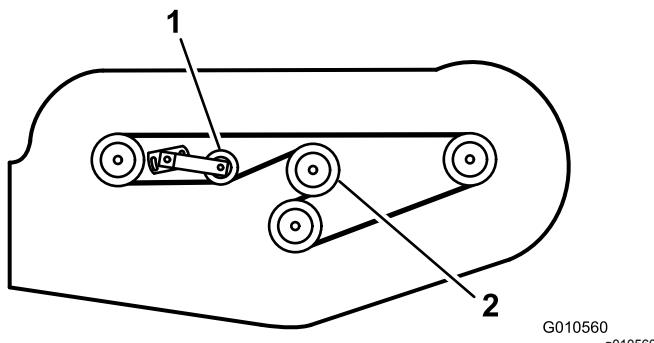

Figura 30
6. Instale a nova correia em redor da polia da caixa de engrenagens, polias do eixo, polia intermédia estacionária e polia intermédia ajustável (Figura 30).